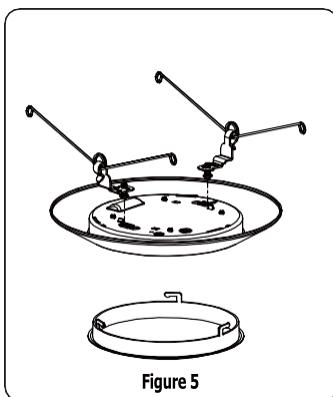

Figure 5
3. Attach torsion springs to luminaire with screws and replace lens. (Figure 5)
3. Rattacher les ressorts de torsion sur le luminaire à l'aide des vis et replacer la lentille. (Figure 5)